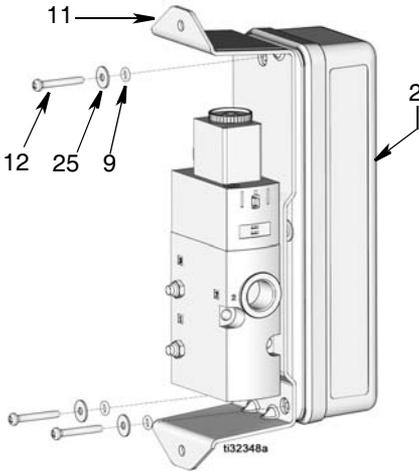

ABB. 30
3. PLS-Gehäuse (2) an der Halterung (11) ausrichten. O-Ringe (9), Scheiben (25) und Schrauben (12) zur Befestigung der Abdeckung am Gehäuse anbringen (ABB. 30).